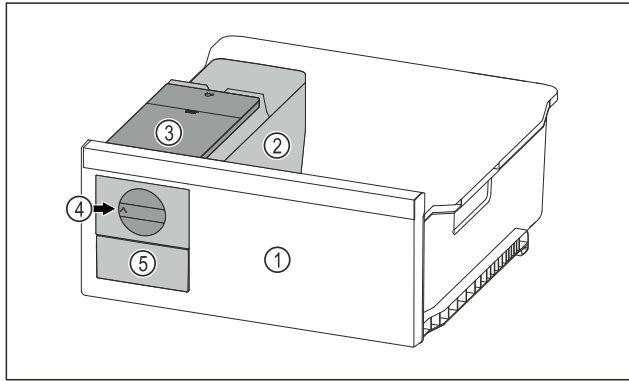

Fig. 66 Примерное изображение
- ▶ Поверните поворотную кнопку Fig. 66 (4) по часовой стрелке до упора.
- ▷ Кубики льда упадут из ванночки для кубиков льда в выдвижной ящик для кубиков льда Fig. 66 (5).